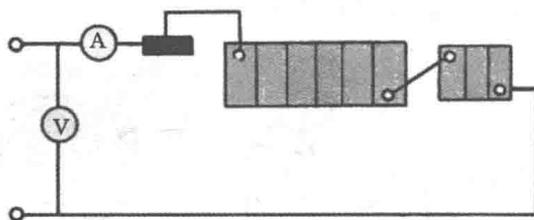

图 1-12 恒流充电
② 恒流充电的时间长,过程可分为两个阶段。第一阶段充电电流为蓄电池额定容量的  $1/10$ ,充至单格电压达到  $2.3\sim 2.4\text{ V}$ ;第二阶段充电电流为蓄电池额定容量的  $1/20$ ,充至单格电压达到  $2.5\sim 2.7\text{ V}$ 。如图 1-12 所示,恒流充电时蓄电池采用串联连接法,不同蓄电池可以是不同的电压,但容量最好相同,否则充电电流应该按小容量的蓄电池进行选择,待其充足后应及时摘出,再给大容量的蓄电池充电。